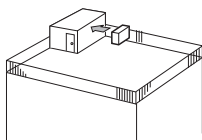

Fig. 2-2
- ① Расположите прибор так, чтобы выходное отверстие было направлено к самой близкой из доступных стен на расстоянии около 35 см от стены. (Fig. 2-2)